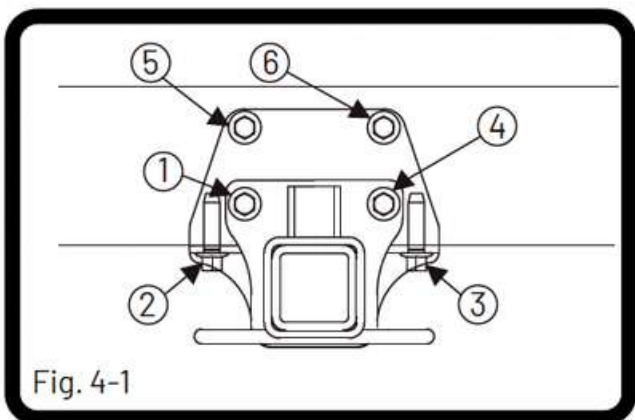

Fig. 4-1
Instale los tornillos en el orden que se muestra (Fig. 4-1), empezando por los dos (2) de la parte de abajo, continuando con los dos (2) de la parte superior y finalizando por los dos (2) laterales.
**4.** Apreté todos los tornillos en X. (Fig. 4-1)